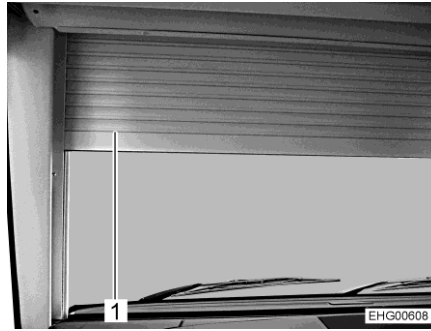

Bild 72 Verdunklungsrollo als Sonnenblende eingesetzt
- Drehriegel von der Standstellung (Bild 71,2) auf Fahrstellung (Bild 71,1) drehen. Dazu auf beiden Seiten der Frontscheibe den Drehriegel bis zum Anschlag nach innen drehen. Das Verdunklungsrollo kann in diesem Bereich bis zu den Drehriegeln als Sonnenblende (Bild 72,1) verstellt werden.